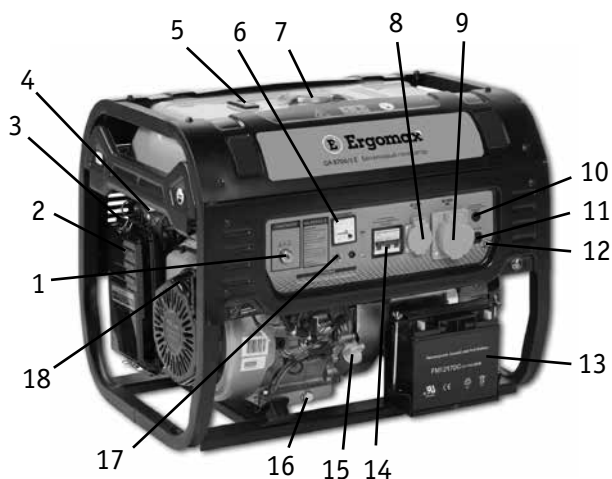

Рис. 1.1
Внешний вид генераторов и расположение элементов управления представлено на **рис. 1.1** и **1.2**.
1. Открутите крышку маслозаправочной горловины (15) (**рис. 1.1**) и вытрите щуп крышки чистой тряпкой (**рис. 2.1**).
Проверьте уровень топлива по шкале уровня топлива (5) (**рис. 1.1**), если уровень топлива низкий, то:
1. Открутите крышку топливного бака (7) (**рис. 1.1**).
ВНИМАНИЕ! Перед пуском двигателя убедитесь, что ни один электроприбор не подключен к генератору, а выключатель выходного напряжения (14) находится в положении «ВЫКЛ» (рис. 1.1).
4. Потяните на себя рукоятку стартера (18) (рис. 1.1), пока не почувствуете натяжение шнура стартера, затем резко дерните рукоятку на себя. Аккуратно верните на прежнюю позицию рукоятку стартера. Повторите несколько раз, пока двигатель не заведется.